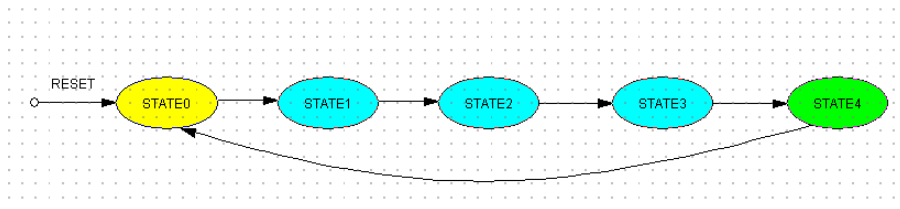

Figura 9.23. Forma inițială a diagramei de stare creată cu utilitarul *State Machine Wizard*.
9. Se deplasează dreptunghiul în zona centrală a ferestrei și se execută un clic cu butonul din stânga. Se va afișa diagrama de stare cu forma ilustrată în Figura 9.23.